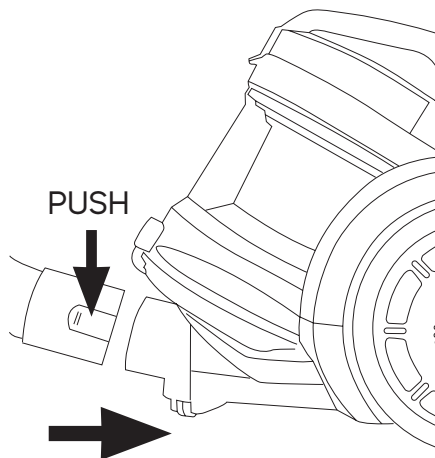

Fig.2
- Al retirar apretar el botón de liberación de la manguera (Fig.2).